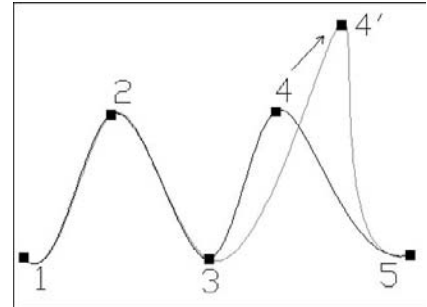

Fig.4.30
- 3 Sélectionner l'option souhaitée. Ainsi, si l'on souhaite, par exemple, déplacer le quatrième point d'interpolation de la courbe (fig.4.30), il convient de choisir l'option **Lissée** (Fit Data) puis **Déplacer sommet** (Move).
- 6 Entrer la lettre « Q » (X) pour sortir de la commande.